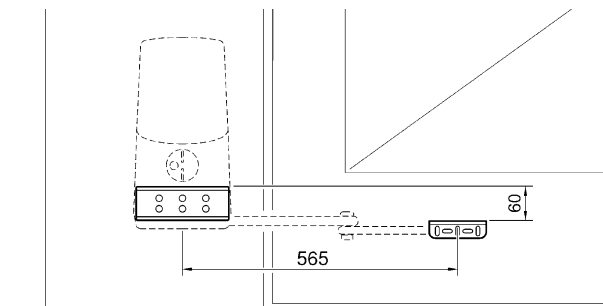

Figure 15
- 4 En se référant à la mesure "B" déduite du tableau 5, positionner la plaque de fixation de l'opérateur sur la surface de fixation dans la position prévue en vérifiant qu'aux points identifiés sur la Figure 15, c'est-à-dire là où se trouvera la patte de fixation, la surface est adaptée.